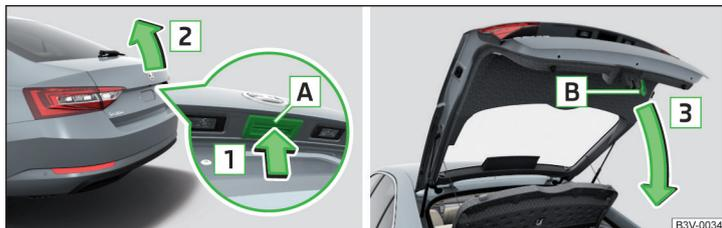

Fig. 44 Ouverture/fermeture du capot du coffre à bagages
- Appuyer sur la touche **A** dans le sens de la flèche **1** » fig. 44.